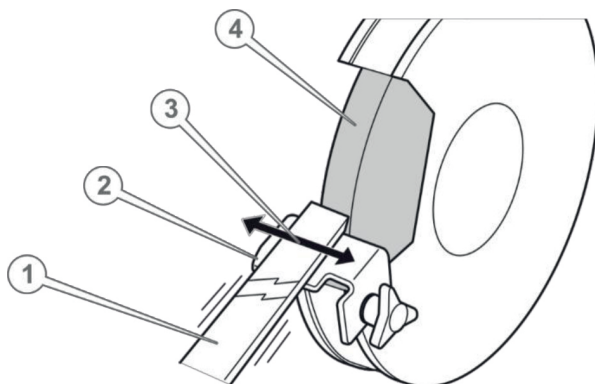

Рисунок 8. Схема обробки заготовок абразивним диском.
5.2.1 Обробка заготовок за допомогою абразивного круга (рис. 8).